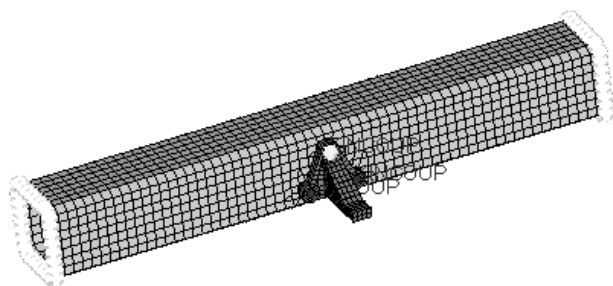

图 10-18 选择要约束的点
- (3) 单击 Edit 按钮更改该载荷步。出现一个新的对话框。
- (4) 在 Load Step 选项列表中选择 Boundary。
- (5) 单击 New 按钮创建一个新的载荷 collector。给约束取名为 constraints 并单击 create 按钮。
- (6) 单击 Display 以显示 constraints load collector。
- (7) 为 constraints load collector 可以选择一个 Display 的颜色，此步操作可选择进行。
- (8) 在载荷 collector 表中，单击 constraints 激活该载荷。在右边出现了对应 Load Type 的新菜单。
- (9) 在 Define 标签页中，选择 Type 为 default (disp)。
- (10) 单击 Define from Constraints panel 并进入 Constraints 面板。出现定义约束的 Constraints 面板。
- (11) 在工具栏中选择 XZ Right Plane View。
- (12) 选择 nodes > by window。
- (13) 选择 cradle 两端的节点，如图 10-18 所示。